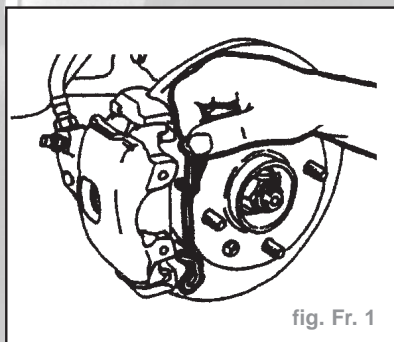

fig. Fr. 1
- Enlever le clip de l'étrier de frein (fig. Fr. 1).